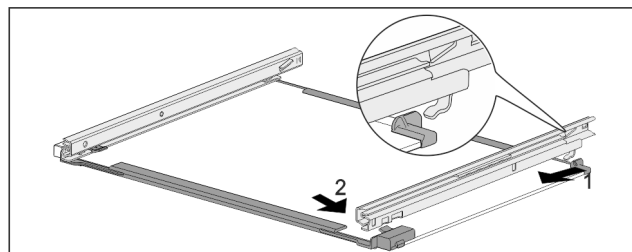

Fig. 144 Tablette en verre avec rails
- Accrocher le rail à l'arrière. Fig. 144 (1)
- Accrocher le rail à l'avant. Fig. 144 (2)